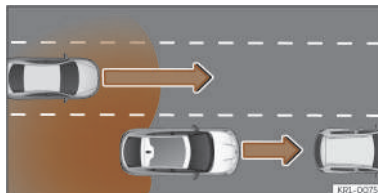

Fig. 131 Sorpasso con traffico nella parte posteriore.
- Quando si viene sorpassati da un altro veicolo >>> **fig. 131**.